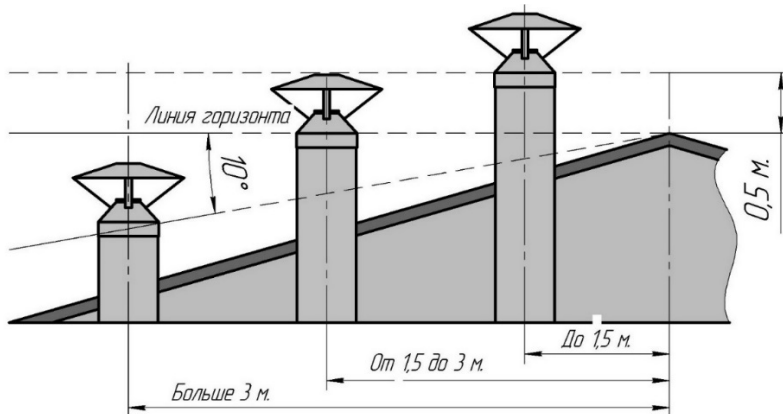

Рисунок 1: Высота дымовой трубы
- не ниже линии, проведенной от конька под углом 10° к горизонту, при расположении дымовой трубы от конька на расстоянии более 3 м. (рисунок 1)